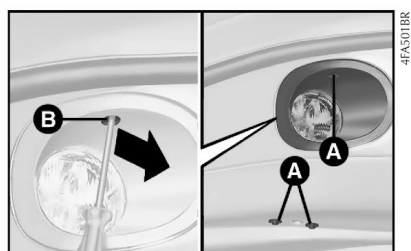

fig. 23
1) Com uma chave de fenda, soltar os 3 parafusos **A-fig. 23**.